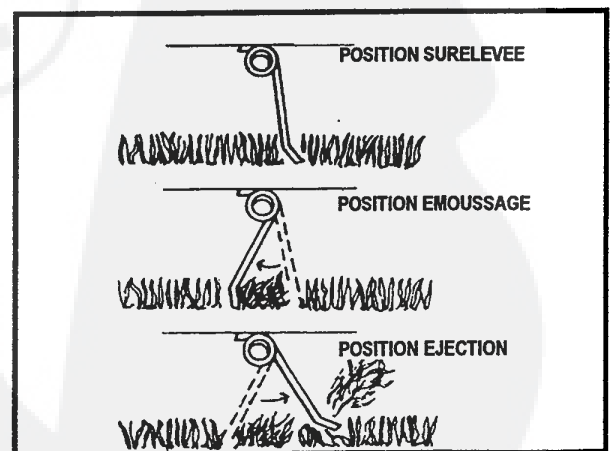

Fig. 5
- B. Régler les griffes (12), et les supports de roues (6), de manière à ce que les extrémités des griffes soient à environ 1,2 cm du sol en position relevée, et touchent le sol en position abaissée. Voir la figure A et la figure 5.
EMOUSSAGE (Voir Fig. 5)
- L'herbe ne doit pas être plus haute que 8 cm, pour un bon fonctionnement. Les griffes doivent se reculer, et éjecter la mousse vers l'avant, comme l'indique la figure 5. Si les griffes n'éjectent pas la mousse vers l'avant, le bâti est trop bas et doit être surélevé. Si toutes les griffes restent dans la position relevée, la bâti doit être abaissé. Faire le réglage nécessaire, vers le haut ou le bas, mais pas plus de 8 mm à la fois, jusqu'à atteindre le bon résultat.